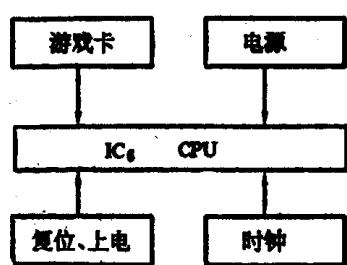

图 3
②脚，可以听到行频啸叫声（经常修理电视机的对这种行啸叫声极为熟悉），说明PPU工作正常的。但是PPU的工作是受IC₆CPU的控制而起作用的，那么CPU工作不正常的可能性较大，对PPU不能正确的控制。我们很容易想到是否CPU损坏，但经验告诉我们CPU损坏率很低，而外围电路坏得较多，所以不要轻易下结论是CPU坏，当然也不排斥CPU坏的可能。那么影响CPU工作的外围电路主要有四个部份，电路如图3所示。电源部分很容易用万用表测出，游戏卡用一般比较好的。复位电路，可用1单元注入负脉冲到IC₆③脚，看有没有作用，经查仍然没有作用。那么应该检查时钟电路，用3单元接入IC₆⑨脚，万用表指针不发生偏转，为进一步证实，可用4单元经±2°分频输出接6单元监听IC₆地址信号线A₀，A₁……如果正常在A₀上应听到一定频率的叫声，在A₁处应听到是降八度的音响，在A₂处应听到再降八度音。结果没能听到，进一步证实了时钟信号没有到CPU上。